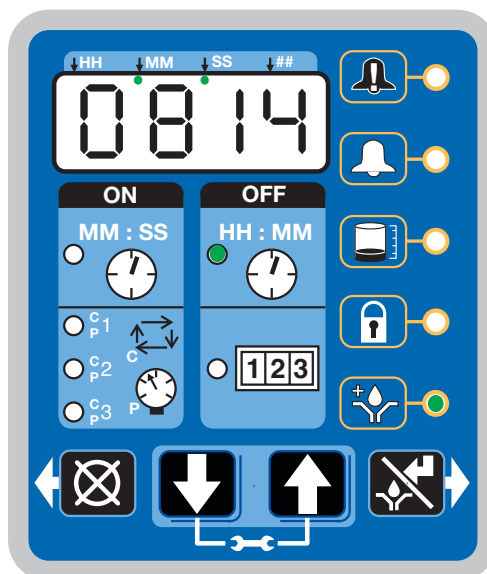

ABB. 56
- Das Gerät schaltet erst ab (OFF) und schaltet dann wieder ein (ON).
- Die LED neben der Uhr im OFF-Feld leuchtet (ABB. 56).
- Die LED Vorsmierung leuchtet (ABB. 56).
- Das Display zeigt die bis zum Beginn des Schmierzyklus verbleibende Zeit an. Das Beispiel in ABB. 56 zeigt an, dass noch 8 Minuten und 14 Sekunden bis zum Beginn eines Schmierzyklus verbleiben.